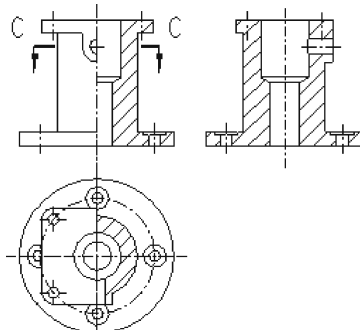

图 10-154 调整中心线
(23) 按照【例 10-4】的方法显示各个视图的中心线，并修改其长度，使其出头 2mm 左右，图形如图 10-154 所示。